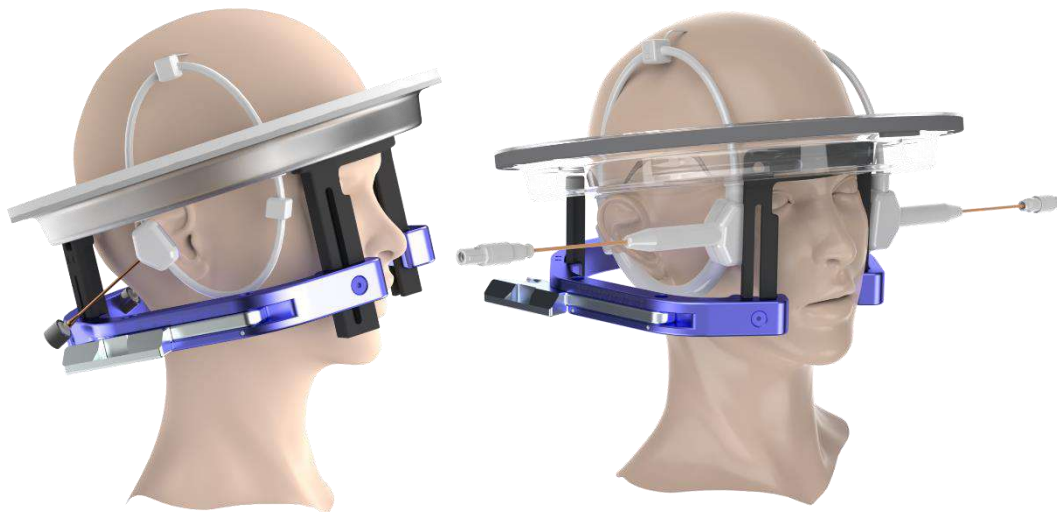
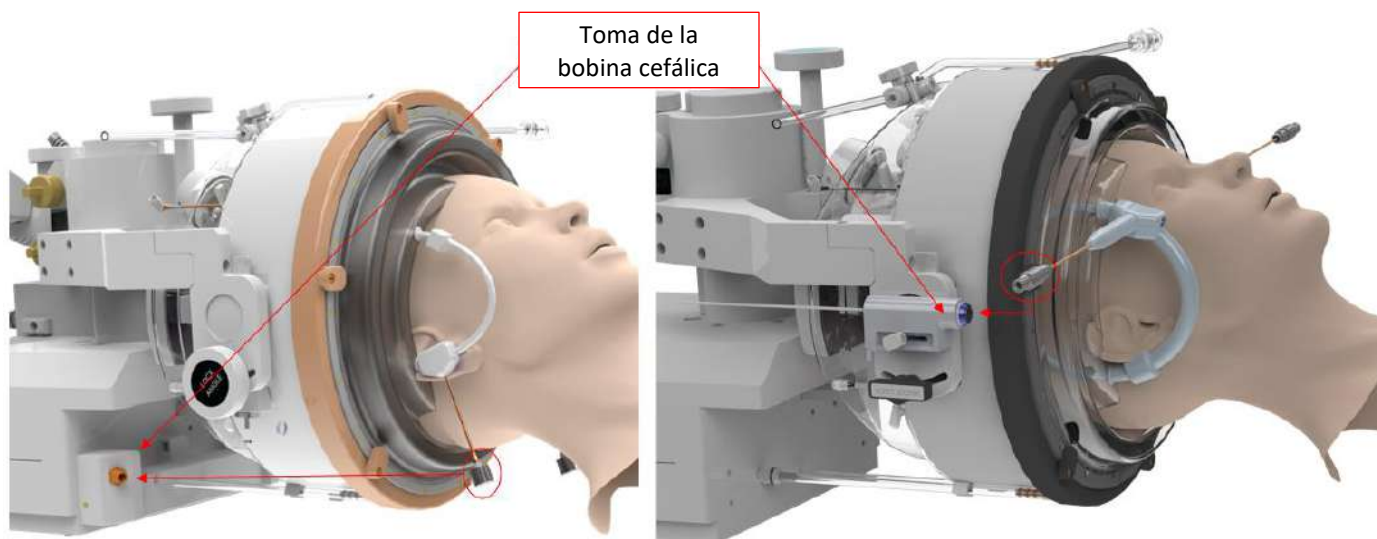

Figura 3-7: Ejemplos de posiciones de la membrana del paciente
Figura 3-8: Ejemplos de disposiciones de la membrana del paciente según la posición de la toma de la bobina cefálica.
- En las membranas con una bobina cefálica integrada: Asegúrese de que los conectores de la bobina cefálica estén en una posición compatible en relación con la posición de la toma de la bobina del transductor (consulte la **Figura 3-7** y la **Figura 3-8**).
7. Si corresponde: conecte la bobina cefálica (consulte la **Figura 3-8**).